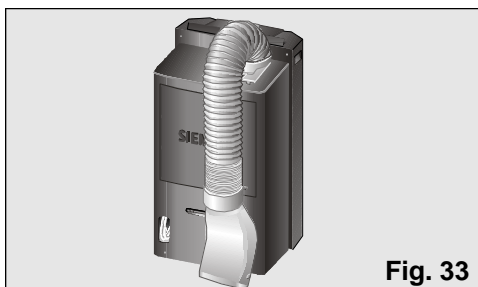

Fig. 33
- Para isso dobra-se o tubo para a parte traseira do equipamento, prendendo-o na fixação do difusor, Fig. 33 e 34.